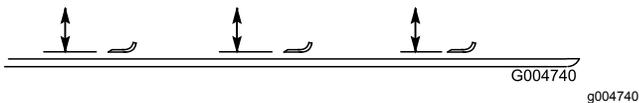

Рисунок 87
2. Поверните нож так, чтобы его концы были направлены вперед и назад, и измерьте расстояние между внутренней частью деки газонокосилки и режущей кромкой в передней части ножа (Рисунок 87).